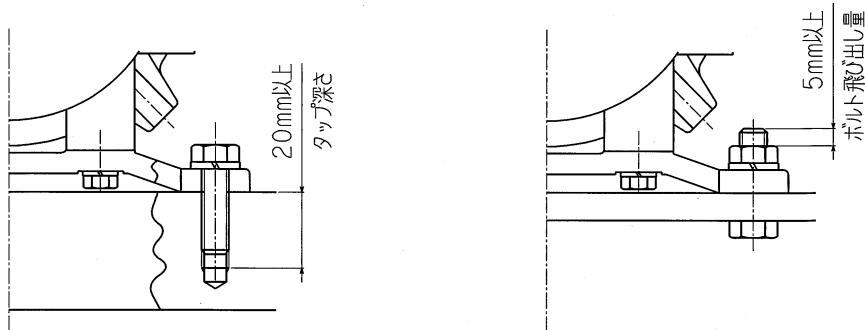

図3：固定方法
(2) 取付脚を使用し、ボルト&ナットで固定する場合は、図3のようにナット側にボルトの先端が5mm程度出る長さのボルトを使用してください。又、ベース面にタップ穴加工をして取付ける場合、タップ深さは20mm以上必要です。